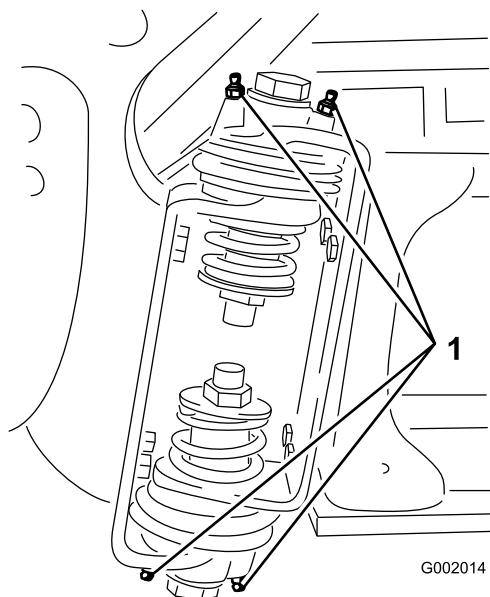

Figura 33
2. Pompatate del grasso nel raccordo di ogni cuscinetto o boccola Figura 33.